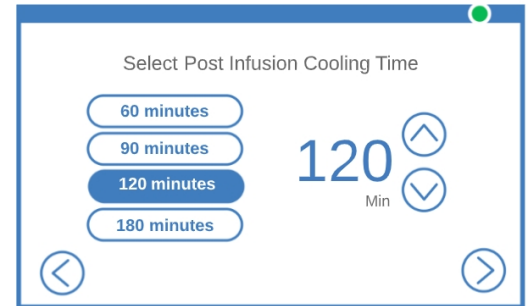

Figura 14. Tiempo posterior a la infusión
1. Seleccione el Tiempo de enfriamiento posterior a la infusión deseado (Figura 14) seleccionando uno de los botones preprogramados o con las flechas de arriba ⬆️ y abajo ⬇️ para ajustar un tiempo personalizado (60-300 min) y presione PROCEED (CONTINUAR) ⏪.